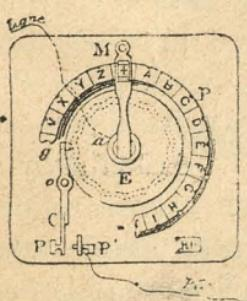

Fig. 226.—Manipulador del telégrafo de Breguet.
**Manipulador** (fig. 226). El manipulador de Breguet com-